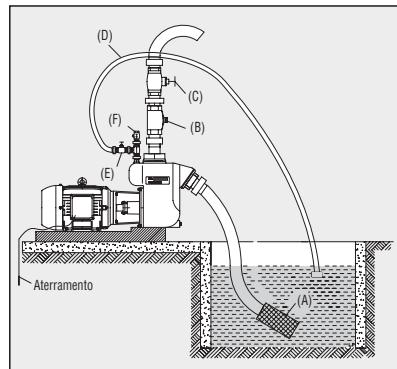

Figura 19 - Instalação Bomba BCA-41, BCA-42 e BCA-43
- ⑧ Recomendações específicas adicionais para as Bombas Autoaspirantes BCA-41, BCA-42 e BCA-43 quando empregadas no bombeamento de chorume (dejetos suínos ou bovinos, Figura 19):
- Recomendamos instalar um pré-filtro (tipo cesto) (item A da figura 19) na tubulação de sucção, a fim de impedir a passagem de sólidos de diâmetros maiores do que os determinados pela Tabela 5. Este pré-filtro, deverá ser ancorado para eventuais inspeções.
- Recomendamos instalar válvula de retenção (item B da figura 19) na tubulação de recalque conforme descrito no item A-13 deste manual.
- Um registro de gaveta (item **C** da figura 19) deve ser instalado no recalque para se ter o controle de pressão e vazão. Quando a bomba estiver acoplada a um motor estacionário (combustão interna), para acionamento do conjunto, feche parcialmente o registro de gaveta, ligue o motor e abra o registro a medida que vai aumentando a rotação. Nunca ligue a bomba com a rotação plena do motor. Para desligar, feche o registro por completo e reduza a rotação do motor pela metade para evitar que a bomba perca a escorva.
- Além da saída de recalque 2 1/2" para a BCA-41 e 3" para a BCA-42 e BCA-43, estes modelos possuem uma saída adicional de 3/4" para BCA-41 e BCA-42 e 1" para BCA-43, na qual pode ser conectada uma mangueira (item **D** da figura 19) que deve ser direcionada de volta ao local de sucção para homogeneizar o chorume. Em situações de dificuldade de aspiração, perda de escorva ou formação de gases, sugerimos conectar um Tê na saída adicional: em uma das extremidades adaptar a mangueira (item **D** da figura 19) com um registro (item **E** da figura 19) e, na outra extremidade, adaptar uma válvula de retenção (item **F** da figura 19) sem mola e na posição invertida, que funcionará como escape para os gases.